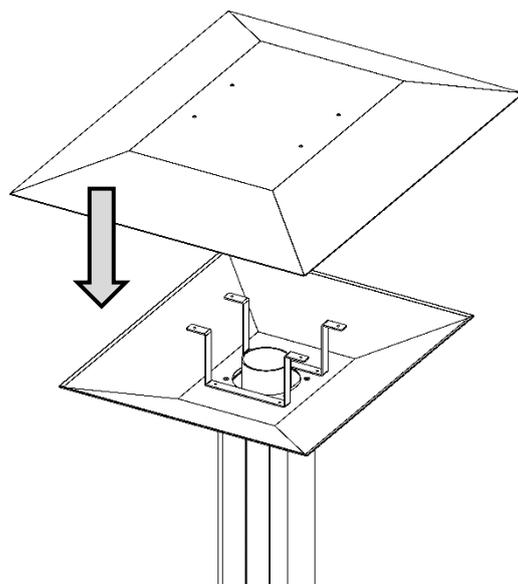

Fig. 06
7. Appoggiare la parabola superiore sui supporti e fissarla con le 4 viti in dotazione (Fig.06)